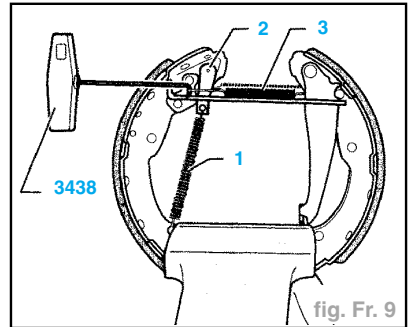
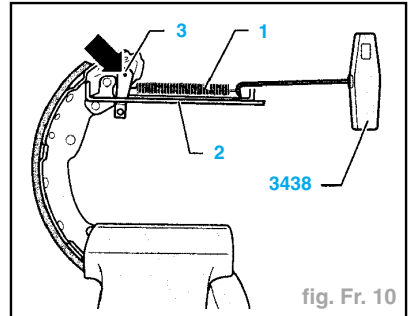

fig. Fr. 9
fig. Fr. 10
- Déposer le ressort de traction (1) de la clavette (2) (fig. Fr. 9).
- Déposer le ressort de rappel supérieur (3) à l'aide de l'outil spécial 3438.
- Décrocher le ressort d'appui (1) à l'aide de l'outil spécial 3438 (fig. Fr. 10).
- Pendant cette opération, mettre en place la clavette (3).
- Accrocher le ressort de rappel (3) à l'aide de l'outil spécial 3438 (fig. fr. 9).
- Accrocher le ressort de traction (1) de la clavette (2).
- Retirer du segment de frein la tige de poussée (2) et la clavette (3).
- Accrocher le ressort de rappel (3) à l'aide de l'outil spécial 3438 (fig. Fr. 9).